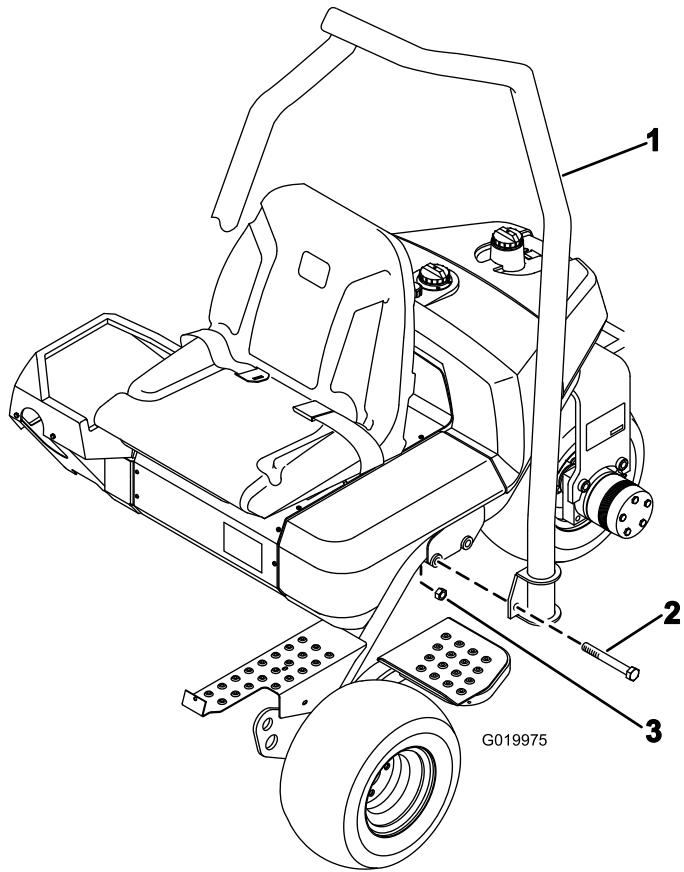

Figura 7
- Coloque la barra antivuelco de manera que la parte superior del tubo esté curvada hacia la parte delantera de la máquina (Figura 7).
- Baje la barra antivuelco sobre el bastidor, alineándolo con los taladros de montaje (Figura 7).
- Sujete cada lado de la barra antivuelco al bastidor con 2 pernos ( $\frac{5}{8}$ " x 4 $\frac{1}{2}$ ") y contratuerca, tal y se muestra en la Figura 7.